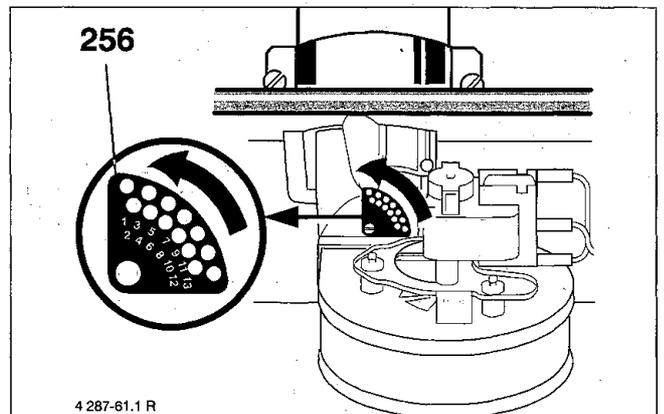

Bild 31
- Verdrehen Sie die Drosselblende (256) so, bis das Loch mit der entsprechenden Kennziffer für die Blendeneinstellung senkrecht steht (Bild 31).